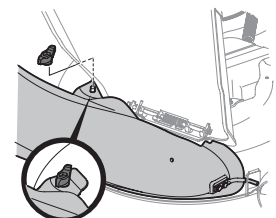

Figure 16
- Fixez le coude de la goulotte au plateau de coupe avec un écrou papillon (720-04122) du kit de quincaillerie (689-02200). Voir l'encadré de la Figure 16.